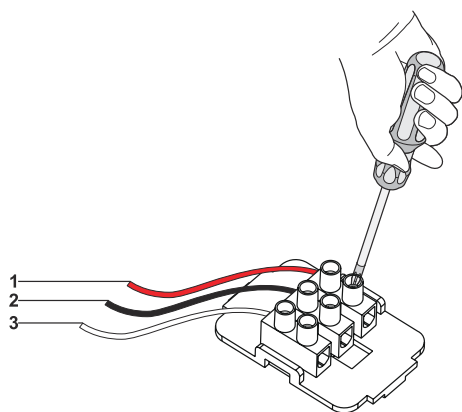

Fig. 11
- 1. ➔ **NC / COM:** När dessa 2 anslutningar används och fläkten stängs av kommer fläkten skicka en signal till den anslutna enheten (Fig. 11).
- 2. ➔ **NO / COM:** När dessa 2 anslutningar används och fläkten sätts på kommer fläkten skicka en signal till den anslutna enheten (Fig. 11).